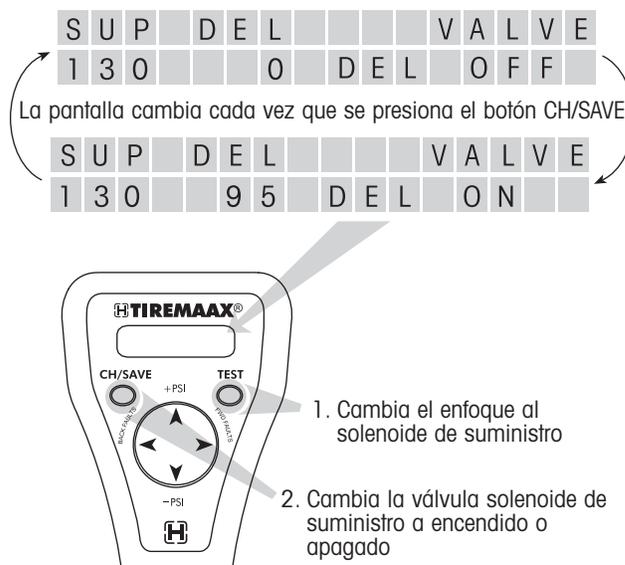

Figura 39. Probando la respuesta de la válvula solenoide de suministro
3. Para verificar la respuesta de la válvula solenoide de suministro, presione el botón TEST (figura 39). El enfoque de diagnóstico cambia de la válvula solenoide de entrada a la válvula solenoide de suministro.
Presione el botón CH/SAVE para cambiar la válvula solenoide de suministro de apagada a encendida. Presione el botón CH/SAVE nuevamente para cambiar la válvula de encendida a apagada (figura 39).